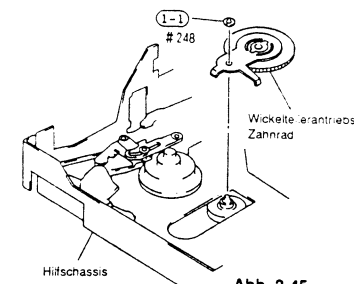

Abb. 2-45
- Eine (1) Scheibe entfernen, mit welcher das Wickeltellerantriebs-Zwischenrad befestigt ist (siehe Abb. 2-45).